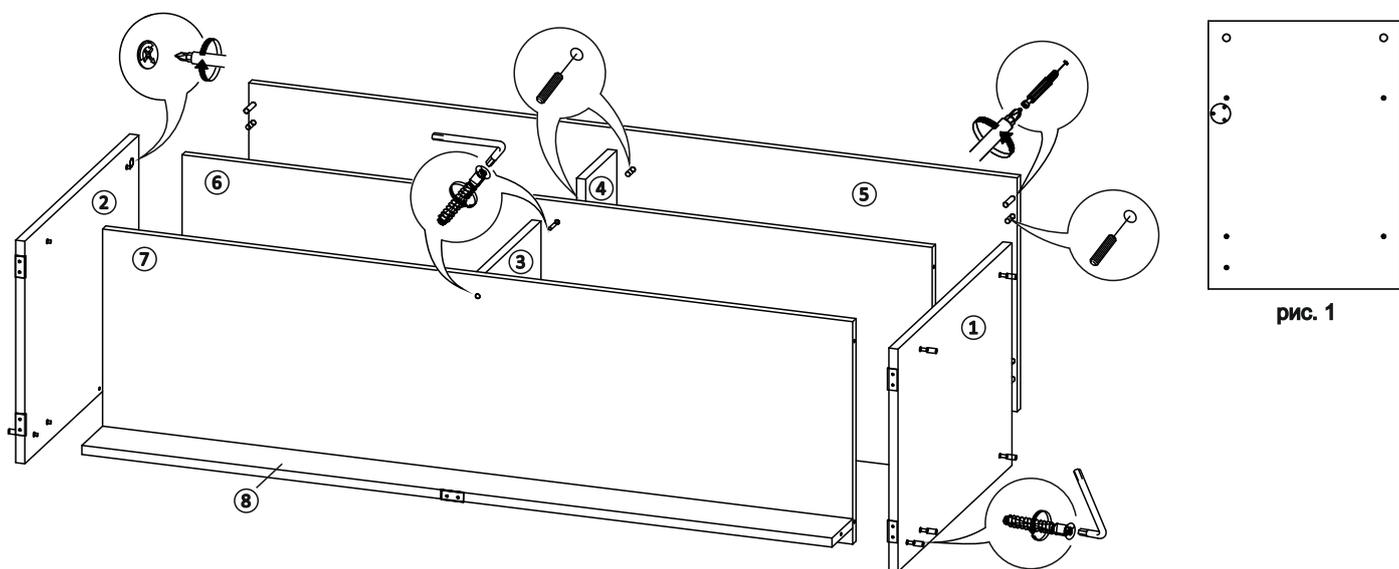

рис. 1
1. К боковине левой (1) и боковине правой (2) прикрутить кронштейн лифта газового барного шурупами входящими в комплект газового лифта (рис. 1)
2. К перегородке (3) прикрутить евровинтами вязку (6) и вязку (7)
4. Установить цоколь (8) между боковинами, закрепив его евровинтами
5. В соответствующие отверстия вязки (6) вставить шканты 8х30, затем установить перегородку (4)
6. В соответствующие отверстия крышки (5) вернуть штоки эксцентриков односторонние и вставить шканты 8х30